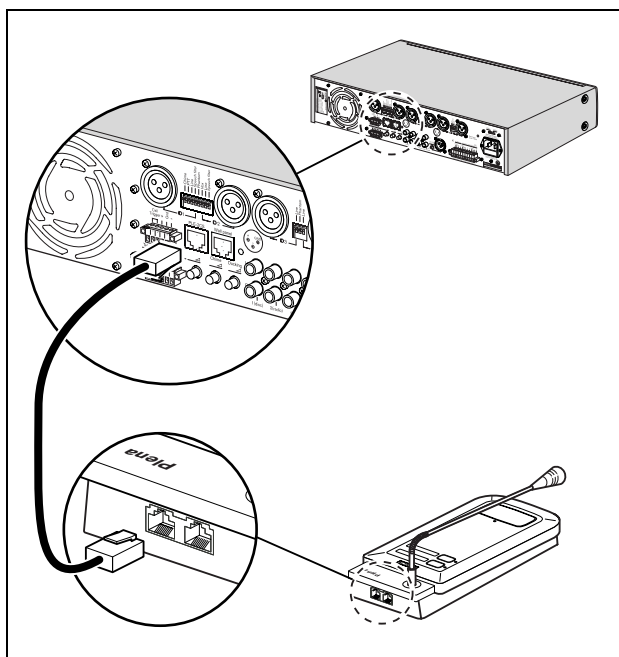

Abbildung 3.1: Anschließen der Sprechstelle an den Mixer oder Mischverstärker
- 1 Verbinden Sie den Plena Zwei-Zonen-Sprechstelle mit dem Zwei-Zonen-Mischer oder Mischverstärker der PLE-Serie unter Verwendung eines Cat-5 Ethernet-Kabels (siehe Abbildung 3.1). Es kann eine beliebige RJ-45 Buchse verwendet werden.